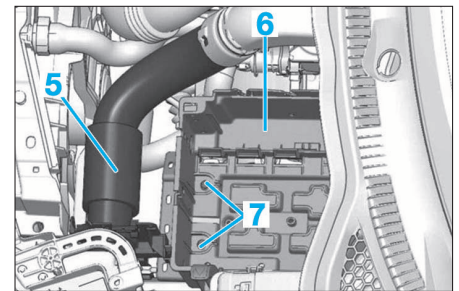
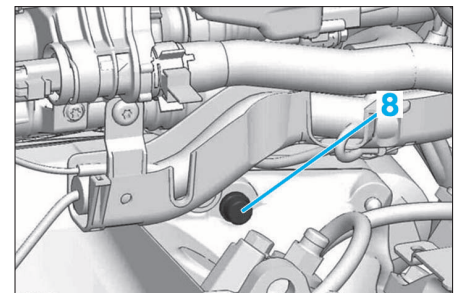

FIG. 6
FIG. 7
- Écarter le calculateur d'injection (1).
- Dégrafer le raccord (5) (Fig.6).
- Déposer les 2 vis (7) et le bac à batterie (6).
- Déposer la vis (8) (Fig.7).